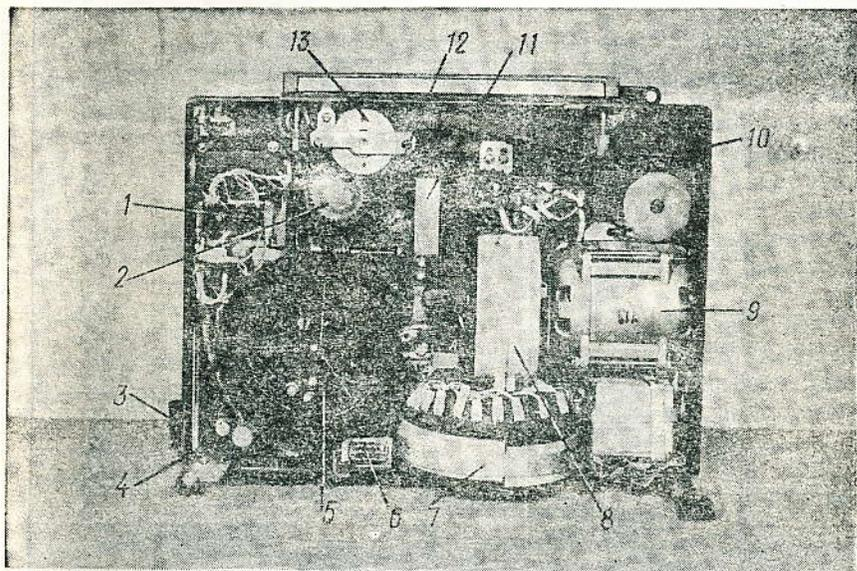
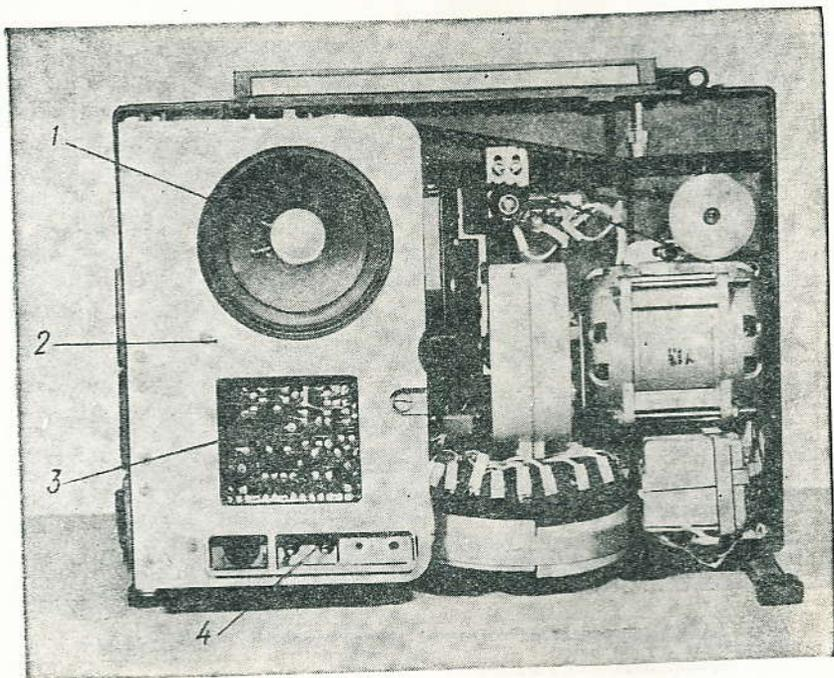
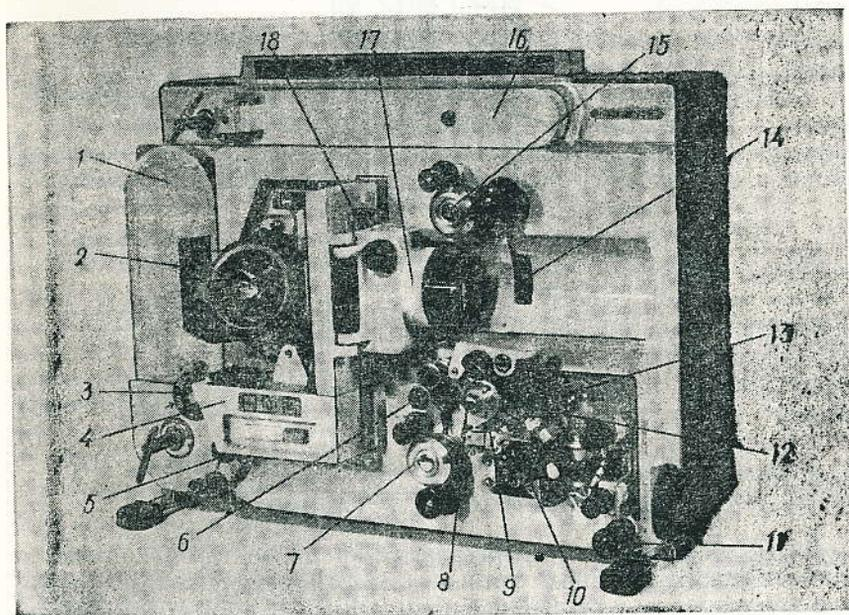

Рис. 3. Вид кинопроектора со снятой задней крышкой и электроблоком:
Рис. 4. Вид кинопроектора со снятой задней крышкой;
Рис. 5. Кинопроектор со снятой задней крышкой фонаря и звукоблок;
5.1. Внешний вид кинопроектора с бобинами и пультом дистанционного управления показан на рисунках 1 и 2. Кинопроектор состоит (рис. 3, 4, 5) из корпуса, механизма, двигателя, наматывателя, сматывателя, объективодержателя с объективом, фонаря, блока управления и усилителя.
Фильмопротяжный тракт состоит из тянущего (рис. 5, поз. 15) и задерживающего (рис. 5, поз. 7) зубчатых барабанов, направляющих роликов и фильмового канала (рис. 5, поз. 18).
Стабилизатор скорости движения фильма представляет собой двухзвенный механический фильтр, состоящий из маховика (рис. 3, поз. 5). На валу маховика расположен гладкий барабан (рис. 5, поз. 8) и пружинного демпфера (рис. 5, поз. 6), на котором производится чтение фонограмм. Прижим пленки к гладкому барабану (рис. 5, поз. 8) осуществляется прижимным роликом.
Чтение фотографической и магнитной фонограмм осуществляется с помощью фотодиода и магнитной головки, сигнал с которых поступает на предварительный усилитель (рис. 3, поз. 3).
Для чтения фотографических фонограмм используется лампа К 4-3 (рис. 5, поз. 13) и микрообъектив (рис. 5, поз. 12), установленные в держателе на корпусе кинопроектора. Магнитная головка установлена под гладким барабаном на кронштейне (рис. 5, поз. 9). Там же установлен переключатель вида фонограммы (рис. 5, поз. 10).
Электропитание элементов кинопроектора осуществляется с помощью трансформатора (рис. 3, поз. 7) и выпрямителей с фильтрами (рис. 3, поз. 1.).
5.3. Механизм кинопроектора (рис. 3, поз. 11) устанавливается на корпусе и осуществляет прерывистое перемещение фильма в фильмовом канале (рис. 5, поз. 18).
Механизм приводится в движение двигателем (рис. 3, поз. 9) с помощью плоского резинового ремня.
Двигатель приводит во вращение вентилятор (рис. 3, поз. 8).
Червячная передача (рис. 3, поз. 2) передает вращение на вал тянущего зубчатого барабана (рис. 5, поз. 15), который плоскозубчатой ременной передачей (рис. 3, поз. 12) связан с валом задерживающего зубчатого барабана (рис. 5, поз. 15).
Через блок (рис. 3, поз. 13), установленный на корпусе кинопроектора, плоскозубчатым ремнем (рис. 3, поз. 10) вращение передается на наматыватель (рис. 5, поз. 1).
5.4. В наматывателе установлен следящий за весом бобины фрикцион, передача на который осуществляется плоскозубчатым ремнем. Там же установлен переключатель емкости бобин (рис. 5, поз. 3).
5.5. Сматыватель (рис. 5, поз. 16) представляет собой кронштейн, на котором установлен фрикцион с постоянным моментом сил трения.
5.6. Блок управления (рис. 5, поз. 4) включает механизм кинопроектора и проекционную лампу с помощью кнопочной станции, расположенной на блоке или на пульте дистанционного управления. Схема блока управления приведена на принципиальной электрической схеме кинопроектора.
5.7. Усилитель кинопроектора (рис. 4, поз. 3) выполнен на съемной плате, подключаемой к кинопроектору разъемом (рис. 3, поз. 6).
На этой плате установлен оконечный усилитель (рис. 4, поз. 3), встроенный громкоговоритель (рис. 4, поз. 1) и колодка (рис. 4, поз. 4) со штырями для подключения кабеля «кинопроектор-сеть», предохранителем и гнездами для подключения выносного громкоговорителя.
5.8. Проекционная лампа установлена в фонаре (рис. 5, поз. 2). В фонаре предусмотрено перемещение лампы относи-
В объективодержателе (рис. 5, поз. 17) устанавливается объектив кинопроектора.
7.8. Для перемотки фильма с бобины на бобину, приемную бобину установите на сматывателе. На наматывателе установите бобину с пленкой. Пленку, не заряжая в тракт, проведите на ролик (рис. 5, поз. 11), расположенный под звукоблоком, и затем на приемную бобину.